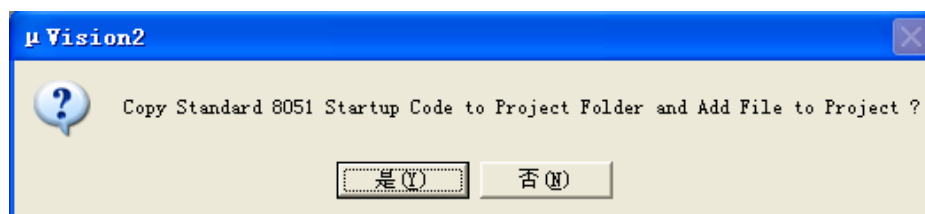

图 2-6
(3) 完成上一步之后点击确认。有可能会出现图 2-6 的对话框，其意思是把标准 8051 的启动代码复制到本工程中去，你只需要“N（否）”就可以了。